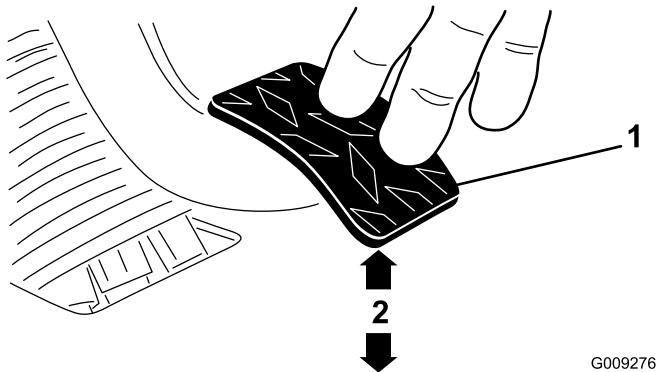

Figura 74
3. Ajuste las contratuerzas o la articulación esférica hasta que el borde trasero del pedal del embrague esté a $9,5 \pm 0,3$ cm del borde superior de la chapa de suelo con dibujo a rombos al aplicar una fuerza de 1,8 kg al pedal (Figura 74).